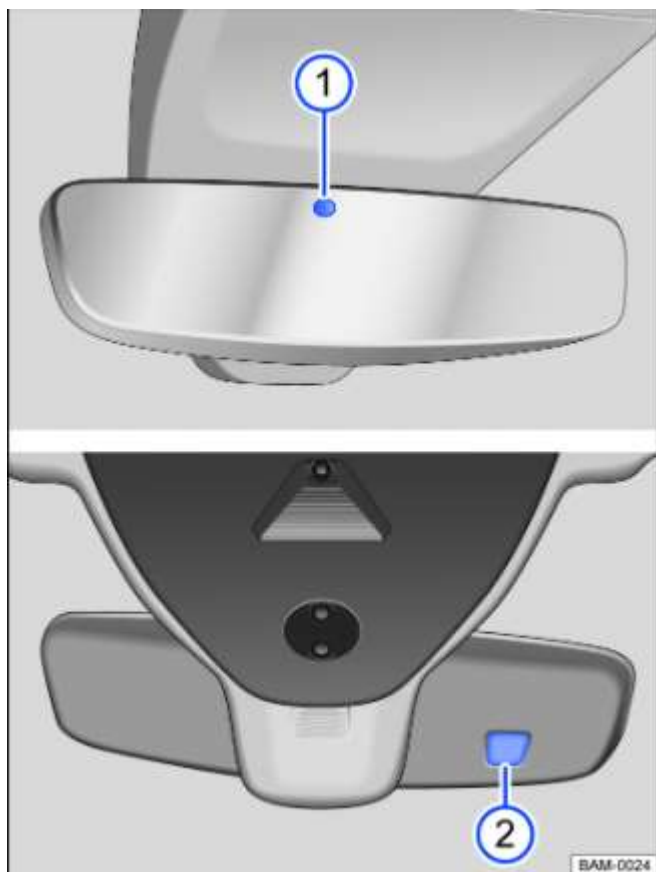

Fig. 91 Sur le pare-brise : rétroviseur intérieur photosensible
Lorsque le contact est mis, les capteurs mesurent la lumière incidente venant de l'arrière → Fig. 91 ① et de l'avant ②.